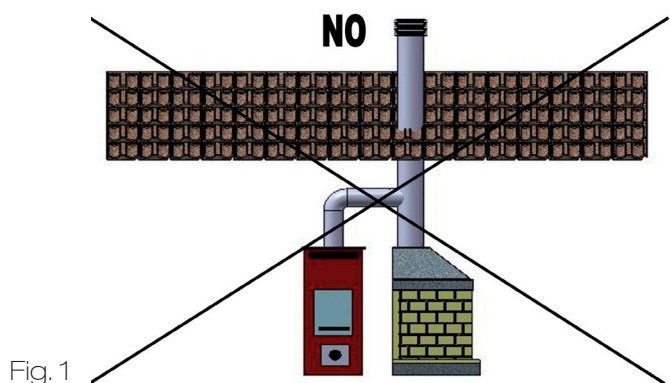
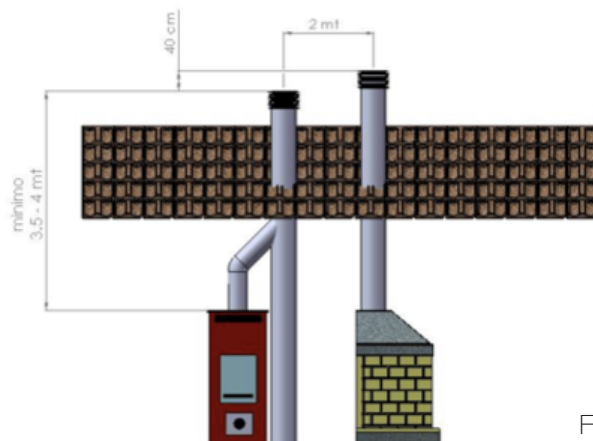

Fig. 1
Fig. 2
E' consigliabile l'uso di canne fumarie coibentate in refrattario o in acciaio inox di sezione circolare con pareti interne a superficie liscia (Fig. 2). La sezione della canna fumaria dovrà mantenersi costante per tutta la sua altezza. Si consiglia un'altezza minima di 3.5/4m (vedi Fig. 2). E' opportuno prevedere, sotto l'imbocco del canale da fumo, una camera di raccolta per materiali solidi ed eventuali condense. Le caratteristiche della canna fumaria devono essere conformi a quanto prescritto dalle norme UNI 9615, 9731 e UNI 10683. Accertarsi in fase di montaggio che il tipo di canna fumaria impiegata si blocchi all'altezza dell'anello di tenuta posto all'uscita fumi del camino. L'eventuale arresto al di sotto di detto anello, provoca il bloccaggio della valvola di regolazione dei fumi, con conseguente
- **FLUE** dimensions must comply with the instructions given in the technical data sheet (minimum draught 12 Pa with the door closed). It is advisable to use flues insulated with a refractory material or in stainless steel with a circular cross section and smooth internal walls (Fig. 2). Flue cross-section should be kept constant for its entire height. A minimum height of 3.5-4 m is recommended (see Fig. 2). Under the outlet of the smoke pipe there should be a chamber for gathering solid materials and any condensation. Flue features must conform with the UNI standards 9615, 9731 and 10683. During the installation phase, make sure that the type of flue used closes at the point where the connecting ring found at the fume outlet of the fireplace is located. Should it close below this ring, then the fume regulation valve can be blocked, causing gases harmful to health to enter the setting where the fireplace is located.
- Per evitare inconvenienti nel tiraggio, ogni caminetto dovrà avere una propria canna fumaria indipendente (evitare collegamenti tipo figura 1). Nel caso di presenza di più canne fumarie sul tetto è opportuno che le altre si trovino ad almeno 2 metri di distanza e che il comignolo del caminetto **SOVRASTI** gli altri di almeno 40cm (fig. 2). Se i comignoli risultano accostati prevedere dei setti divisorii.
- To avoid draught problems, each fireplace should have its own flue (avoid connections such as those shown in figure 1). If there is more than one flue on the roof, the others should be situated at a distance of at least 2 metres and the fireplace's chimney top should be at least 40 cm **ABOVE** the others (fig. 2). If the chimney tops are near each other, install dividing panels.